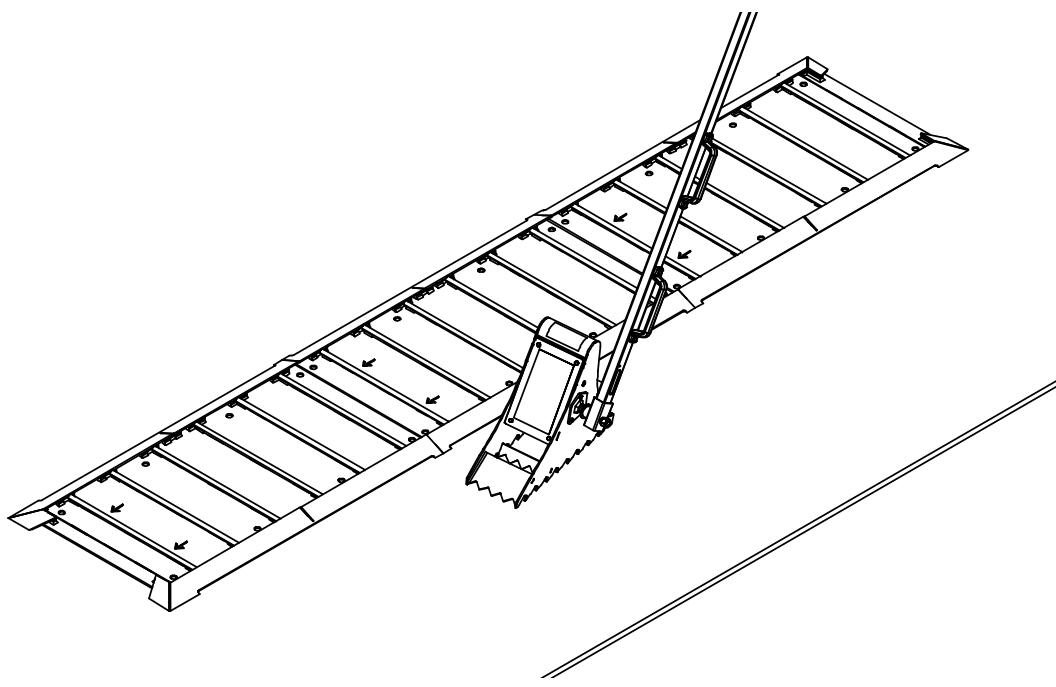

Figure 51
Avant toute opération d'entretien sous la plateforme du nivelleur de quai, mettre la plateforme en appui sur la béquille d'entretien (C). Placer la béquille d'entretien derrière la plaque de rive avant (D) tout en restant à l'écart du hayon. Le hayon se replie vers le bas une fois que la plateforme repose sur la béquille. Verrouiller la béquille d'entretien dans sa position de service (verticale) à l'aide d'un moyen de verrouillage* (A) et d'un moyen d'étiquetage* (B) homologués par l'OSHA. Voir figure 51 et figure 52.
3. Tester la rétraction avec la cale sur le sol à côté de la deuxième plaque de roulage. Vérifier que le bras se rétracte vers le mur en 5 secondes ou moins. Continuer d'ajuster la tension du ressort à l'aide du tendeur comme il se doit. Voir **figure 51** à la page 43.